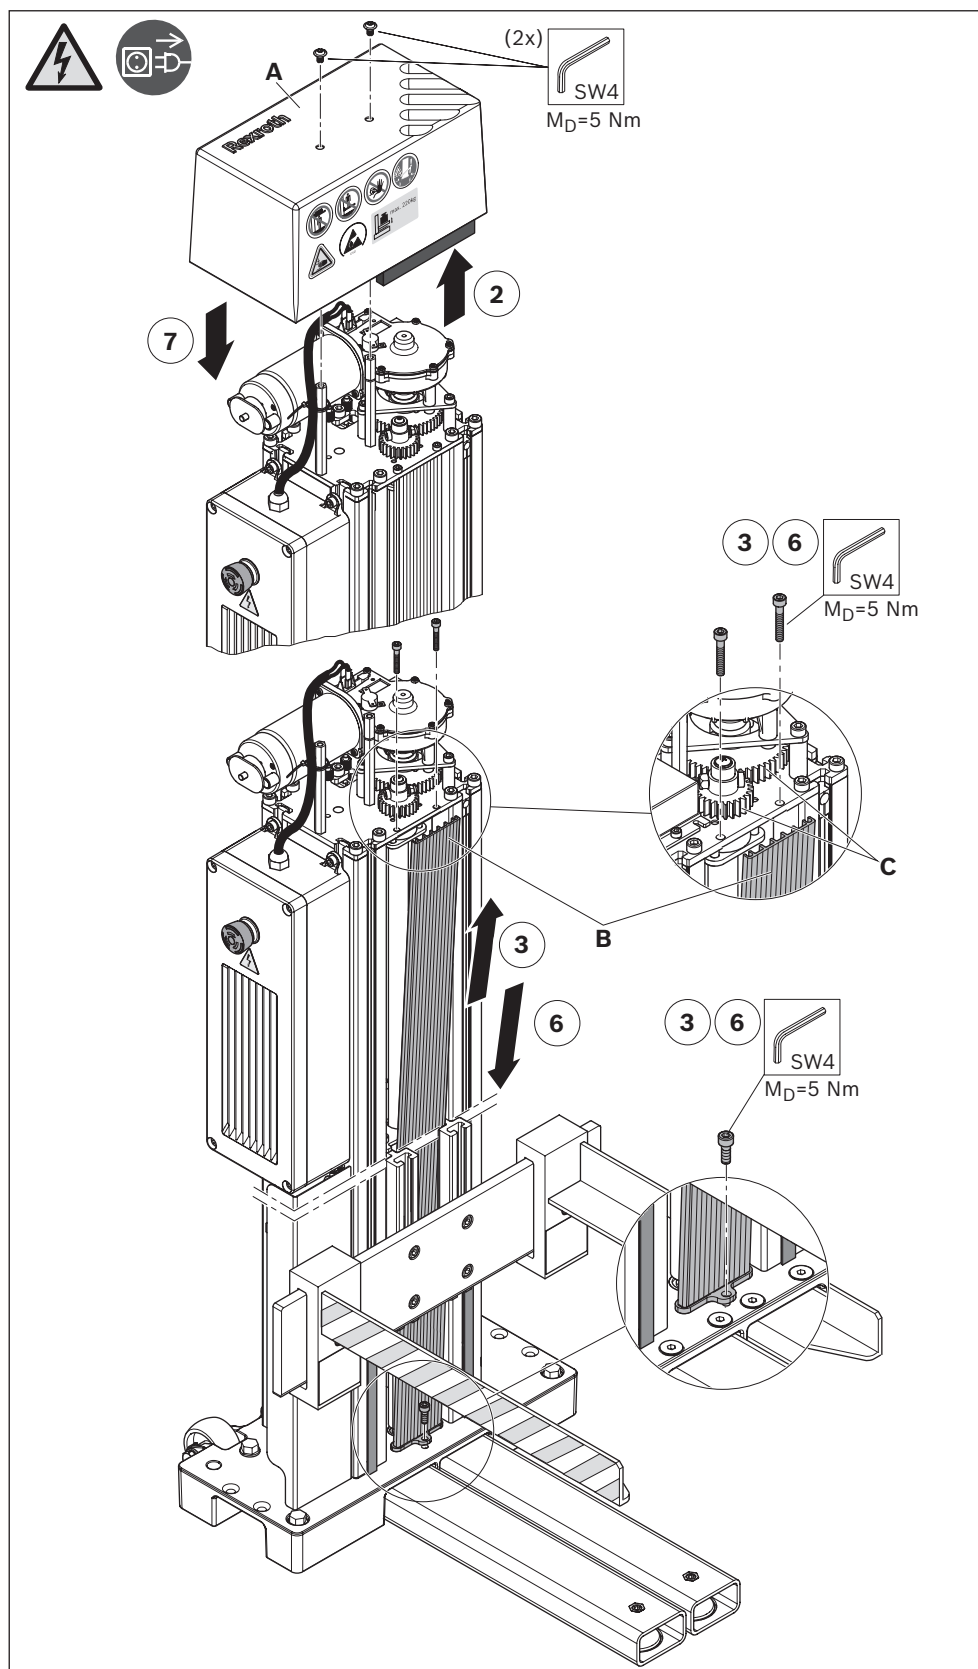

Fig. 29 : Démontage / montage de l'habillage
5. Nettoyer et lubrifier les engrenages d'entraînement (C), si nécessaire.
6. Monter l'habillage (voir Fig. 29).
7. Monter le capot (voir Fig. 29).